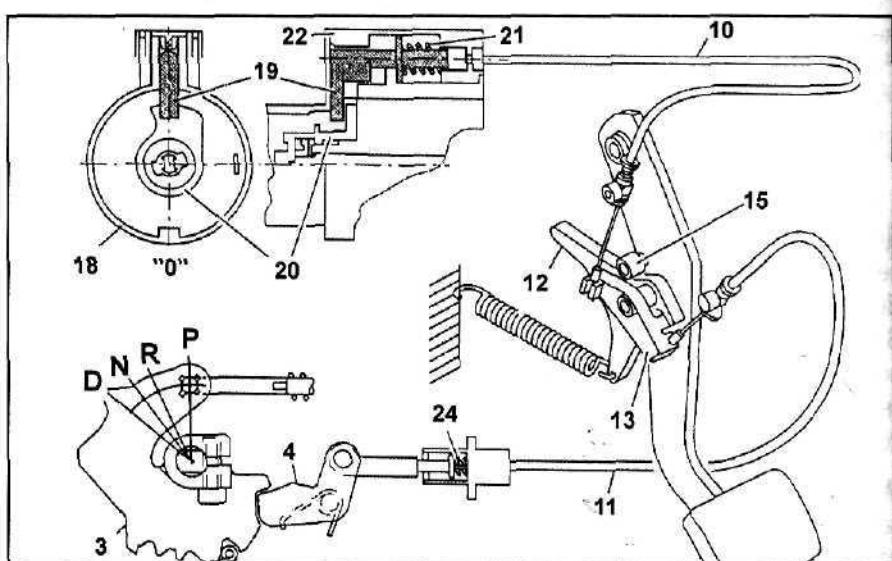

Рис. 10.
Назначение стопора - препятствовать несанкционированному разблокированию ведомого вала коробки передач (рис. 10).
При переводе рычага выбора диапазона в положение "Р" храповик (3) поворачивается по часовой стрелке, и блокировочный рычаг (4) под действием силы пружины (21) опускается во впадину храповика (3). Одновременно блокирующая собачка (19) перемещается таким образом, чтобы защищающий кулачок (20) мог повернуться против часовой стрелки (рис. 10). Таким образом становится возможным установить ключ зажигания в положение "0" и затем извлечь его.